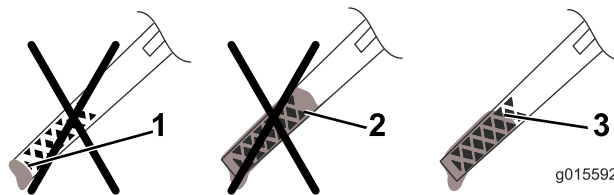

Figura 14
5. Retire a vareta e verifique o nível de óleo na vareta (Figura 14).